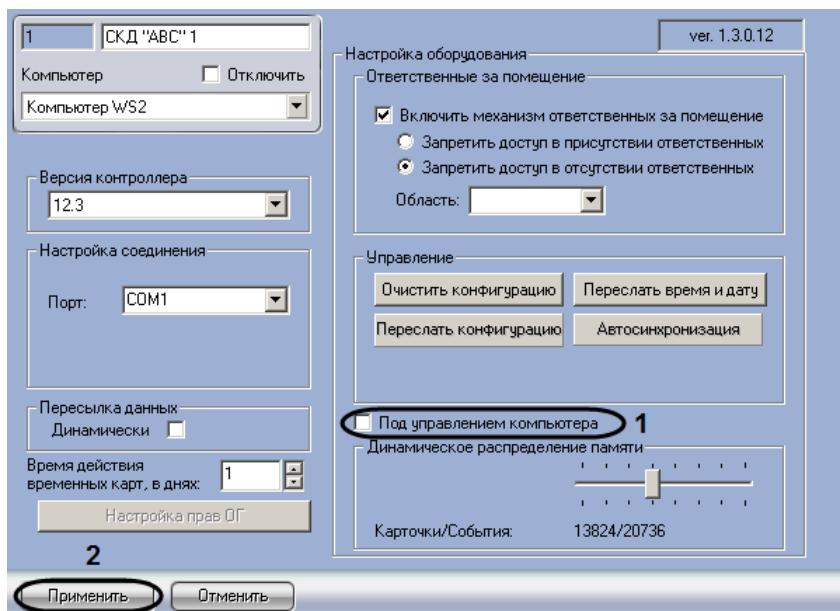

Рис. 3.2—12 Выбор режима работы центрального контроллера
1. Перейти на панель настройки объекта **СКД "ABC"** (Рис. 3.2—12).
2. В случае, если требуется принимать решение о доступе на Сервере *Интеллект*, установить флажок **Под управлением компьютера** (см. Рис. 3.2—12, 1). Если данный флажок снят, решение о доступе принимается контроллером автономно
3. Для сохранения внесенных изменений нажать кнопку **Применить** (см. Рис. 3.2—12, 2).